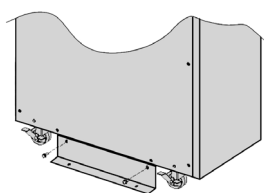

Fig. 4.
- Retirar los tornillos de unión de la pieza con el palet y con el equipo [ver Fig. 4 y 5].